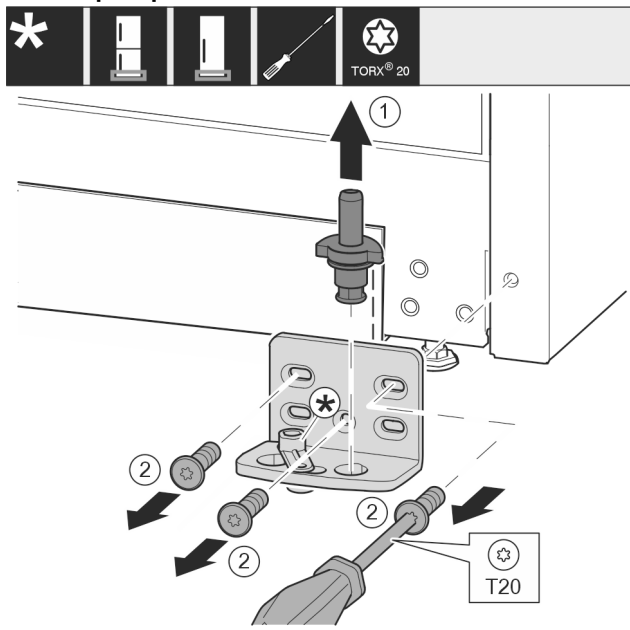

Fig. 20\*
- ▶ Опорний гвинт цілком витягніть рухом вгору.\* Fig. 20 (1)
- ▶ Викрутіть гвинти за допомогою викрутки T20 та зніміть опорний кронштейн.\* Fig. 20 (2)